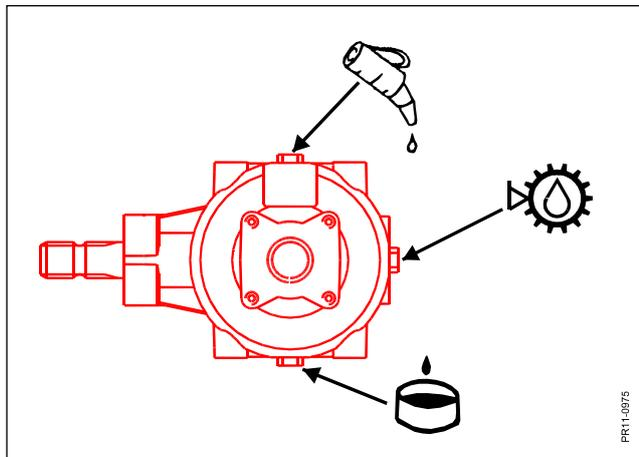

Abb. 4-1
- Abb. 4-1 Ölfüllmenge:** 1000 U/pm = 1,2 l